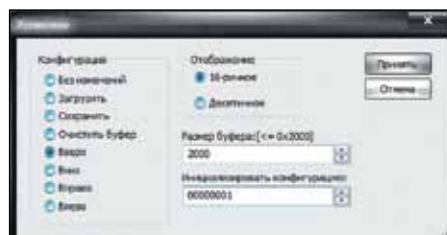

Рис. 5. Окно свойств буфера вывода
- «Установки...» — после нажатия на данную кнопку открывается одноименное окно свойств буфера вывода (рис. 5). В левой части окна в поле «Конфигурация» посредством установки переключателя можно выбрать одну из следующих опций: